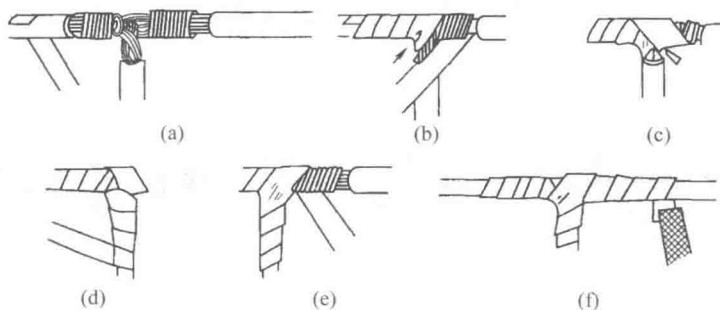

图 1-20 T 字形连接接头的绝缘恢复
(1) 首先将黄蜡带从接头左端开始包缠, 每圈叠压带宽的 $1/2$ 左右, 如图 1-20(a) 所示。
(2) 缠绕至支线时, 用左手拇指顶住左侧直角处的带面, 使它紧贴于转角处芯线, 而且还要
使处于接头顶部的带面尽量向右侧斜压,如图 1-20(b)所示。
(3) 当围绕到右侧转角处时,用手指顶住右侧直角处带面,将带面在干线顶部向左侧斜压,使其与被压在下边的带面呈 X 状交叉,然后把带再回绕到左侧转角处,如图 1-20(c)所示。
(4) 使黄蜡带从接头交叉处开始在支线上向下包缠,并使黄蜡带向右侧倾斜,如图 1-20(d)所示。
(5) 在支线上绕至绝缘层上约两个带宽时,黄蜡带折回向上包缠,并使黄蜡带向左侧倾斜,绕至接头交叉处,使黄蜡带围绕过干线顶部,然后开始在干线右侧芯线上进行包缠,如图 1-20(e)所示。
(6) 包缠至干线右端的完好绝缘层后,再接上黑胶带,按上述方法包缠一层即可,如图 1-20(f)所示。